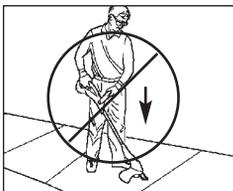

Рис. 7F
8. **НЕ БЕЙТЕ ТРИММЕРОМ ПО ГРУНТУ** (рис. 7F). От таких ударов леска не будет двигаться вперед.